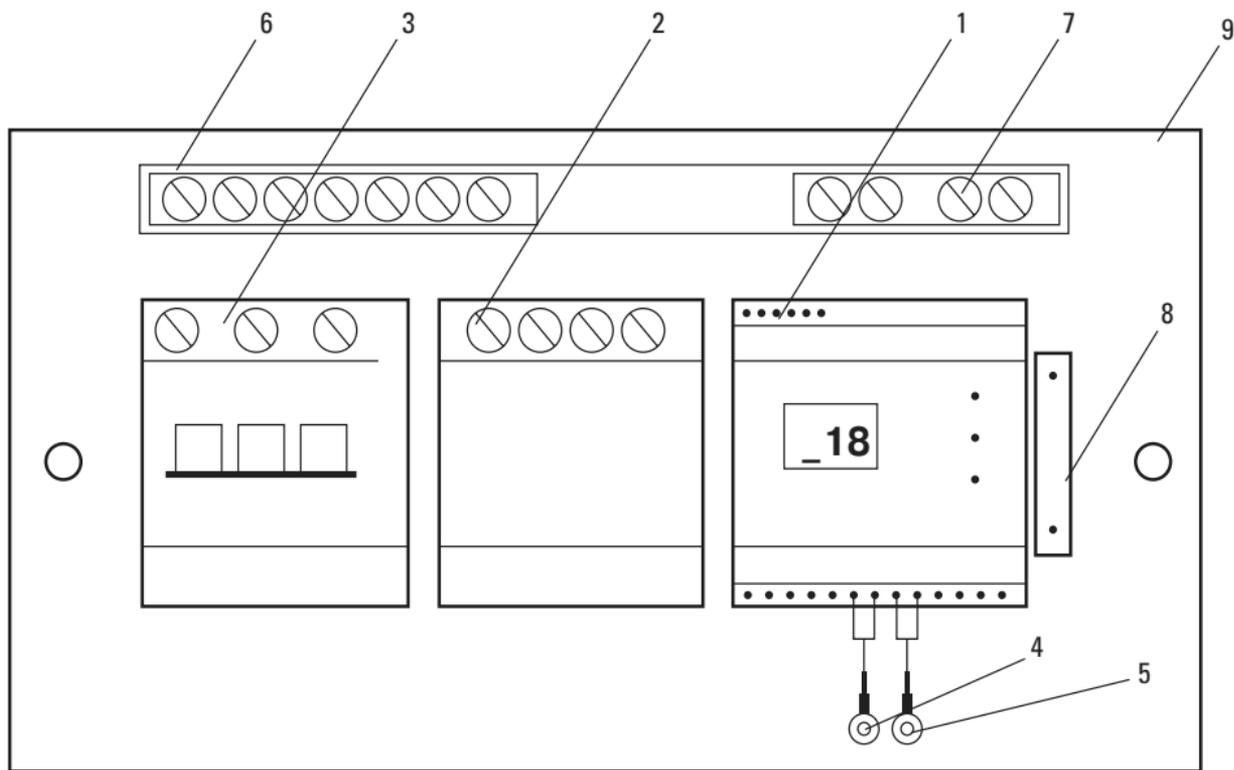

Рис. 1 Цифровой регулятор температуры «Навигатор»
Цифровой регулятор температуры «Навигатор» состоит из: модуля-контроллера «Галан-003» 1 (Рис.1), с подсоединенными датчиками температуры 5-(красный) подающей трубы и 4-(синий) обратной трубы; реле-контактора 2 двухполюсного (однофазный вариант); четырехполюсного (трехфазный вариант) автомата защиты 3 однополюсного или трехполюсного в зависимости от варианта исполнения блока; нулевой шины 6; шины заземления 7 переходной колодки 8 с предохранителем 1.0 А подключения фазного провода циркуляционного насоса; пожаробезопасного корпуса 9.
- 5.2. Проложить соединительные провода от датчиков температуры, управления внешними устройствами и механизмами. При подсоединении кабеля циркуляционного насоса «фазный» провод подсоединяется на клеммную колодку 8 (Рис. 1), «нулевой» провод на контакт №3 модуля 1. Для облегчения запуска электродных котлов при отрицательной температуре теплоносителя возможна установка автомата защиты соответствующей мощности вместо клеммной колодки.